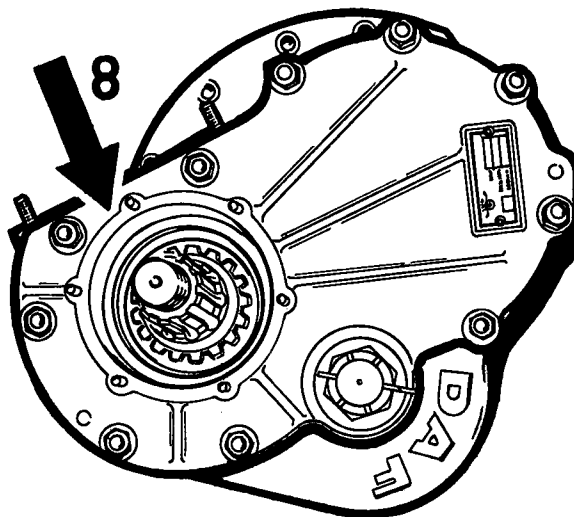

Fig. 11
8. Breng de pakking (6) en het differentieelhuisdeksel (8) aan (fig. 11). Haal alle moeren aan met een aanhaalkoppel van 6,8 mkg (49 ft.lbs).
9. Breng de ring en de moer aan op de tussenas (42). Haal de moer aan met een aanhaalkoppel van 48 mkg (350 ft.lbs).